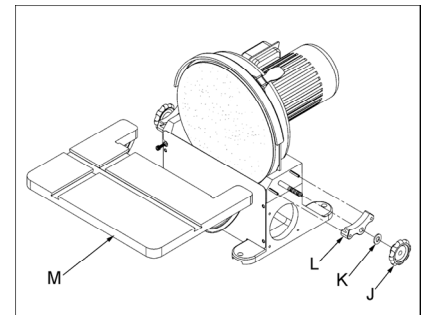

Fig 7
Entfernen Sie die Klemmgriffe (J, Fig 7), Scheiben (K), Schwenksegmente (L) und den Schleiftisch (M).